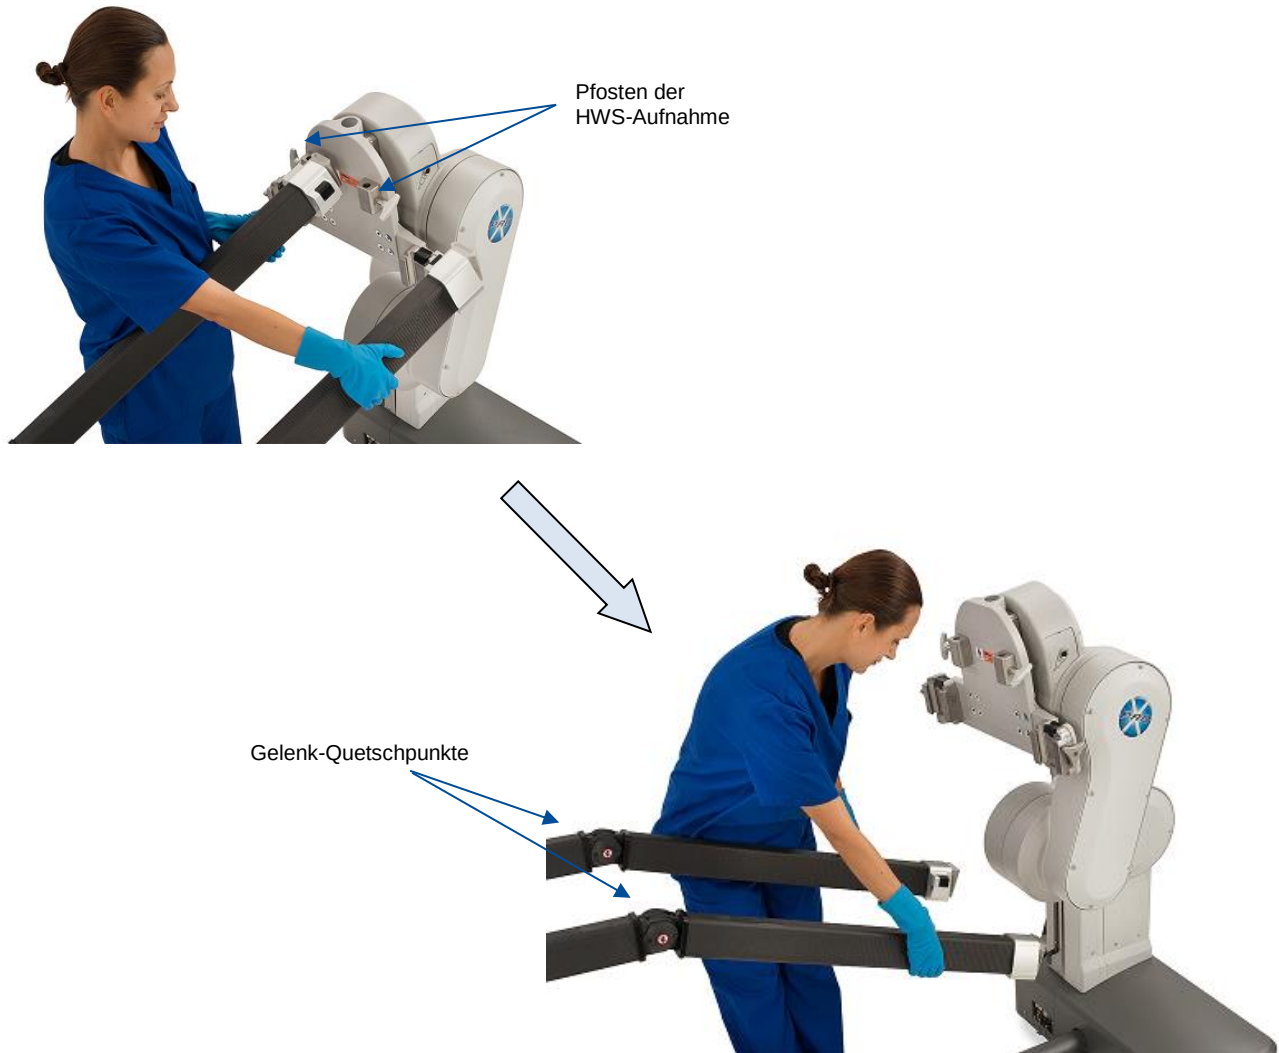

Abbildung 48: Holme beim Absenken in ihre Lagerposition
- iv. Die Holme so zur Seite bewegen, dass sich einer außerhalb der Kopfende-Säule befindet und der andere zwischen den Pfosten Aufnahme für die HWS-Management-Grundeinheit (Abbildung 48).
- i. Die Holme so anheben, dass sich einer außerhalb der Kopfende-Säule befindet und der andere zwischen den Pfosten der HWS-Aufnahme (Abbildung 48).